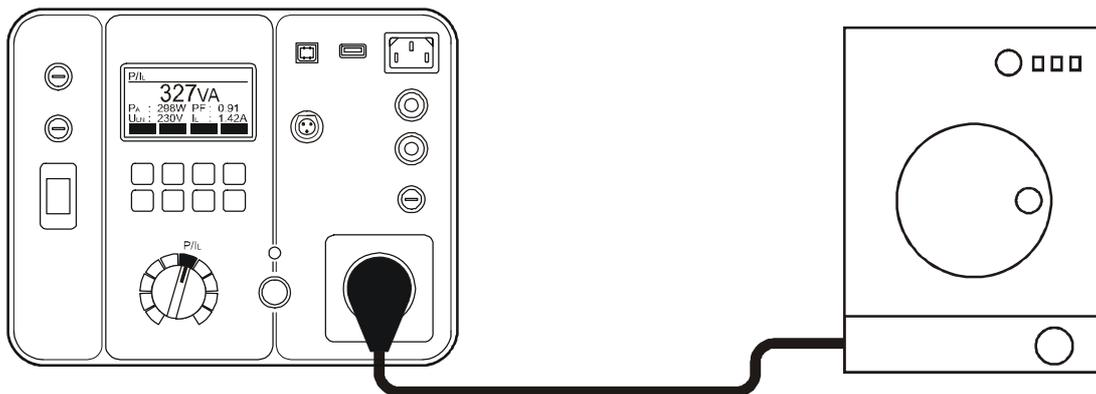

Abb. 21: Anschlüsse für die Leistungs-, Laststrommessung
- Verbinden Sie den Prüfling entsprechend der Abbildung 21.